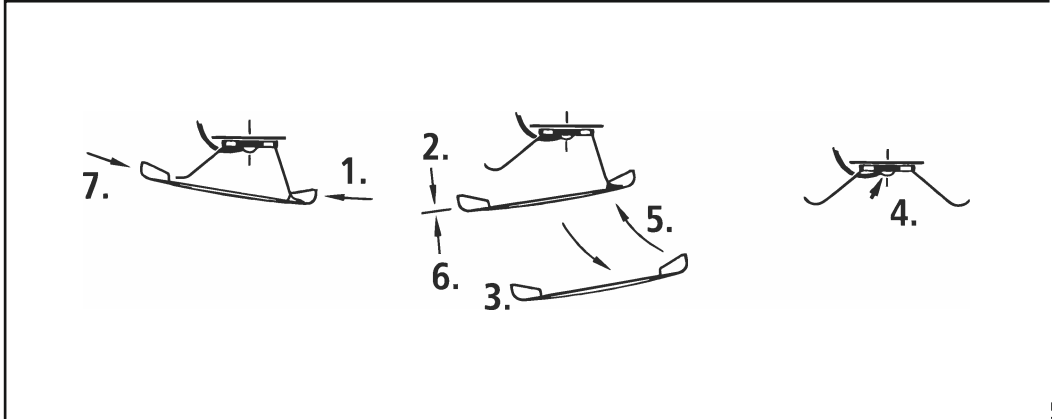
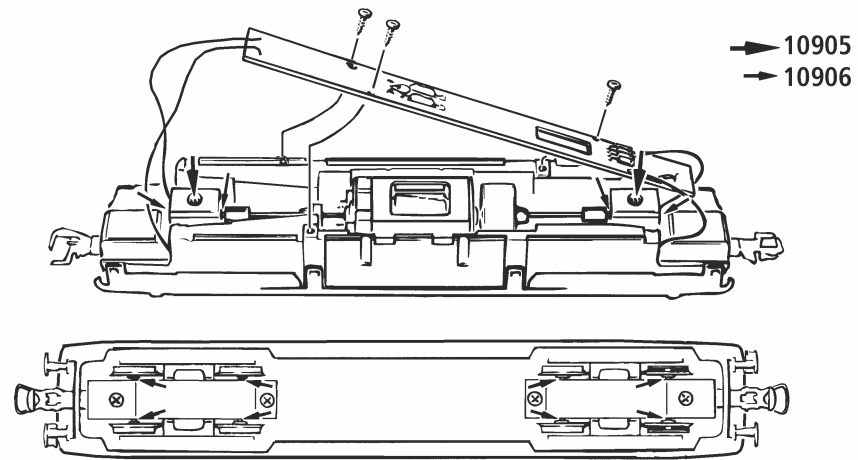

Fig. 6
Fig. 10
3. Haftreifenwechsel: Zuerst den Getriebedeckel abnehmen (Fig. 6). Danach den **Radsatz** herausnehmen und den **Haftreifen** mit einer Nadel oder einem feinen Schraubendreher abziehen (Fig. 10). Beim Aufziehen des neuen Haftreifens bitte darauf achten, dass dieser sich **nicht verdreht**.
3. Échange des bandages d'adhérence: Démontez d'abord le **couvercle du carter** des engrenages (fig. 6). Deloguez ensuite les essieux bandagés et enlevez, à l'aide d'une aiguille qu'un tourne-vis fin les bandages d'adhérence (fig. 10). Lors du montage des nouveaux bandages veuillez à ce que les bandages **ne soient pas torqués**.
In the enclosed accessory bag you will find small kits to be fitted on your locomotive. Please **mount them cautiously**. For the original equipment of the buffer beam (fig. 2a) it is necessary to take off the gear cover (fig. 6) and to take out the coupling box.
3. Change of traction tyre: Remove gear cover (fig. 6). Take out **wheel set** and remove traction tyre using a pin or a fine screwdriver (fig. 10). When pressing on the new traction tyre please **avoid twisting it**.